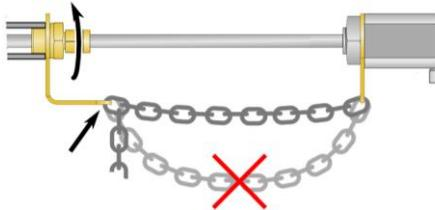

Figure 4 Chaîne de sécurité
- Fermer la chaîne de sécurité avant d'alimenter le tube en pression. La fermeture doit être accrochée de manière à ce que la chaîne soit en tension (voir Figure 4).